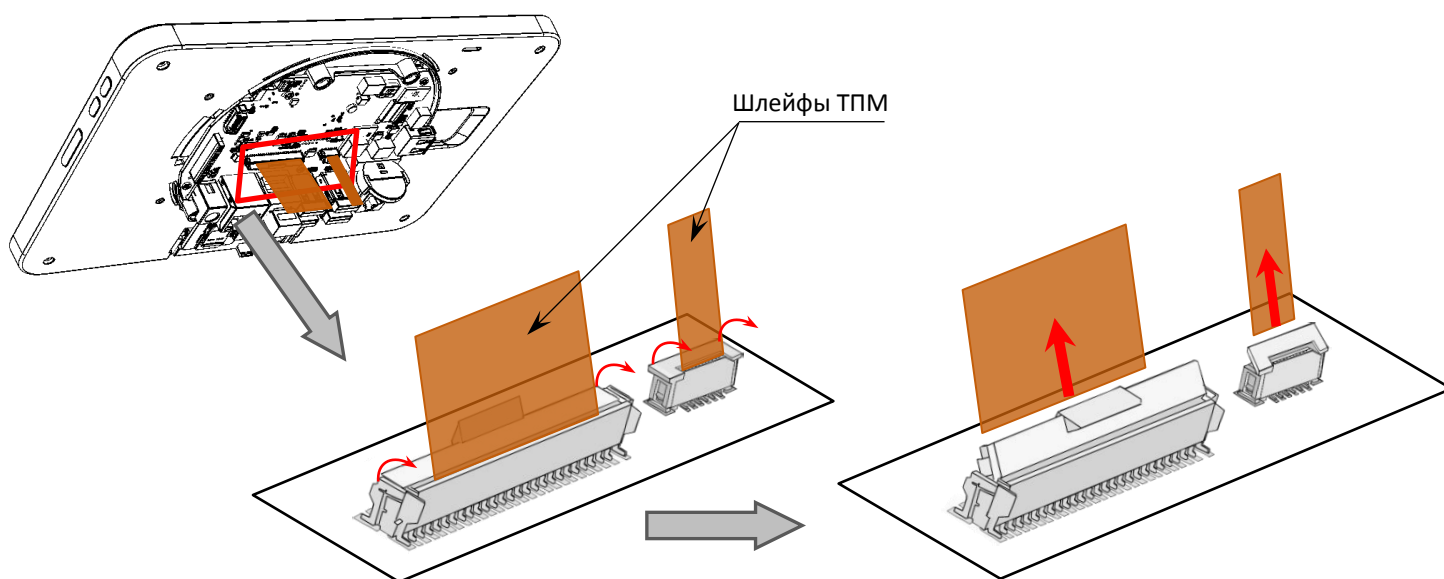

Рисунок 25. Отключение шлейфа ТПМ от разъема БУ (сборка Стойка–Лоток–ТПМ условно не показана)
11. Подключить шлейф ТПМ к разъему для ТПМ блока управления (см. рисунок 25).